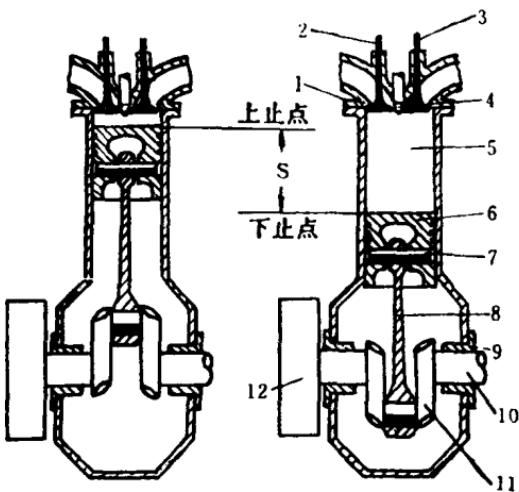

图 1 柴油机构造简图
(1) 结构参数。包括汽缸直径和活塞行程，汽缸工作容积和压缩比。
①汽缸直径和活塞行程。每种柴油机都有一个具体的型号，从型号中反映出来的汽缸数和汽缸直径即是主要的结构参数。而活塞行程也是一个相当重要的参数。活塞从上止点移动到下止点时所经过的距离称为活塞行程（图 1）。活塞行程为曲柄旋转半径的 2 倍。例如 S1100 型柴油机的活塞行程为 120 毫米。
②汽缸工作容积。活塞从上止点移动到下止点所扫过的汽缸容积，称为汽缸工作容积。汽缸直径和活塞行程决定了汽缸工作容积。多缸柴油机各缸工作容积之和，称为排量。
③压缩比。活塞位于下止点时的汽缸容积（汽缸总容积），与活塞位于上止点时的汽缸容积（燃烧室容积）之比，称为压缩比。它是一个重要的结构参数，表示气体在汽缸内被压缩的程度。压缩比越大，气体被压缩得越厉害，压缩终了的温度和压力也越高。为了保证柴油机自行着火，需要较